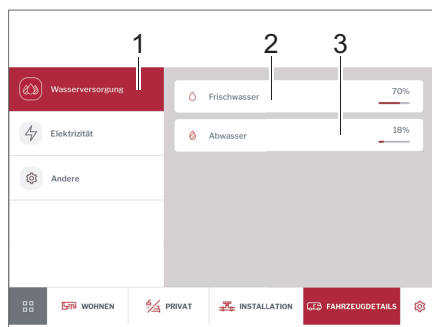

Fig. 268 Alimentazione idrica
- Digitare il pulsante *Alimentazione idrica* (Fig. 268,1). Vengono visualizzati i livelli di riempimento del serbatoio dell'acqua di rete (Fig. 268,2) e del serbatoio delle acque grigie (Fig. 268,3) in %.